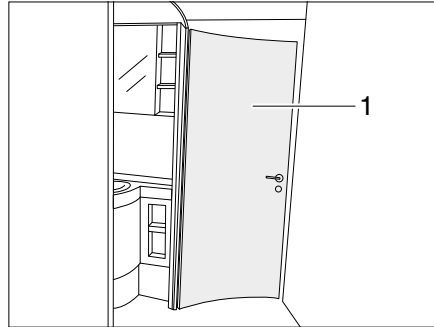

Fig. 240 Espace de bain
Selon l'équipement, la porte de l'espace toilette (Fig. 240,1) peut être bloquée dans 1 à 3 largeurs d'ouverture différentes pour former un espace de bain. Selon la largeur d'ouverture sélectionnée, différentes parties de local sont reliées ensemble.
- ▷ La porte de l'espace toilette (Fig. 240,1) ne peut pas être utilisée comme paroi de séparation pendant le trajet.